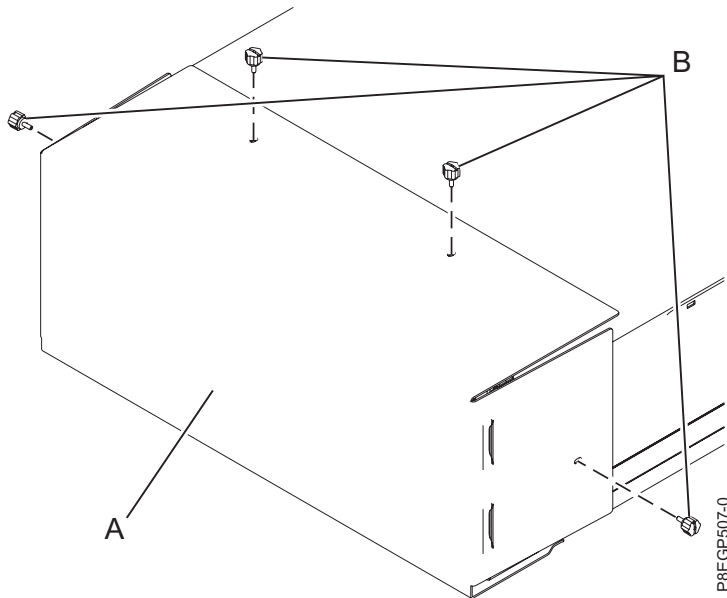

Figura 6. Extracción de la cubierta de transporte
2. Extraiga los cuatro tornillos de mano (**B**) que se utilizan para fijar la cubierta de transporte (**A**) a la parte posterior del cajón, tal como se muestra en la Figura 6. Extraiga la cubierta de transporte.